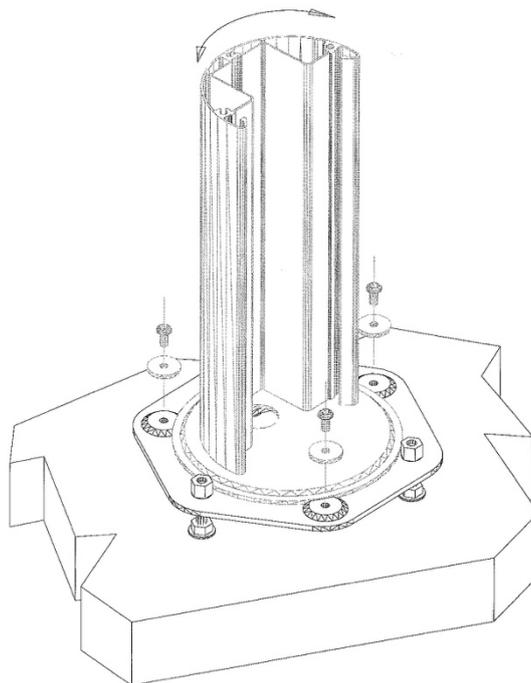

Fig. 8
7. Positionnez la colonne de montage sur le socle et orientez-la selon l'angle souhaité. Fixez la colonne de montage avec les rondelles et les vis (Fig. 8).